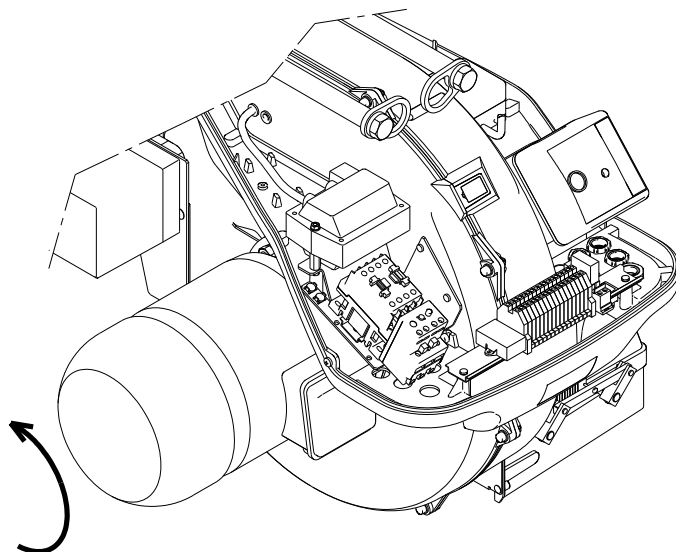

рис. 29
- проверьте направление вращения двигателя вентилятора, как показано на рис. 29.